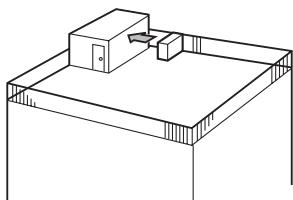

Fig. 2-4
- ① Vend luftutløpet mot nærmeste tilgjengelig vegg, omrent 50 cm unna veggen. (Fig. 2-4)